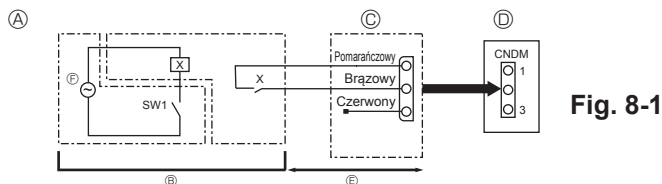

Fig. 8-1
8.1. Tryb pracy cichej (modyfikacja wykonana w miejscu przeznaczenia) (Fig. 8-1)